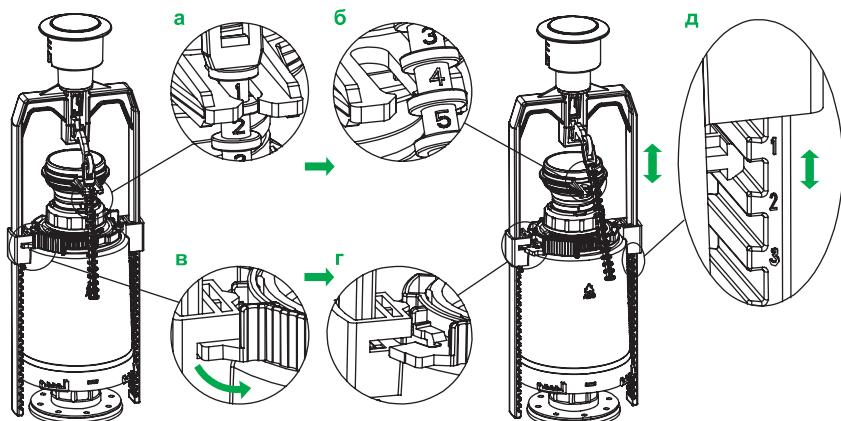

Рис. 8 / 8-суп.
- Отсоедините стержень (тягу коромысла) от трубы перелива (рис. 8а, б).
- Поверните фиксатор коромысла против часовой стрелки на 15° (рис. 8в, г) и установите необходимую высоту коромысла (рис. 8д), чтобы при установленной крышке бачка кнопка спуска могла сделать 2–5 оборотов по часовой стрелке.